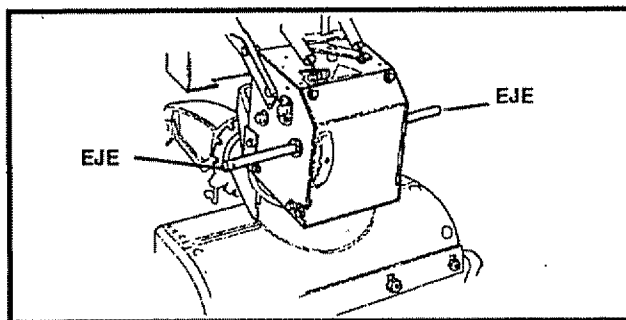

FIG. 15
- Retire ambas ruedas y engrase los dos ejes con cualquier grasa para automóviles (vea la Fig. 15); vuelva a colocar las ruedas. Haga este mantenimiento por lo menos una vez al año y/o antes de guardar la máquina al final de la temporada.